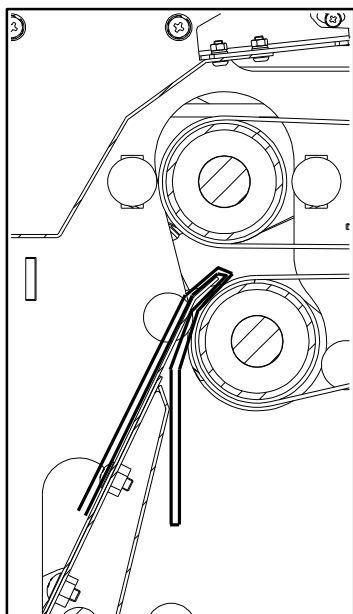

図 8-6
- ・タオルがほとんどローラの中に入っていない場合（図 8-6）
- ・コブが「折り板」と「下段駆動ローラ」の間で詰る場合（図 8-6）